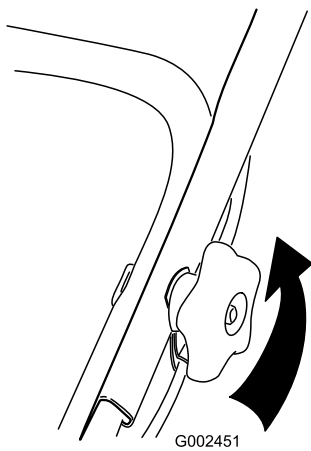

Bild 55
1. Lösen Sie die Bügelhandräder, bis Sie den oberen Bügel ungehindert bewegen können (Bild 55).